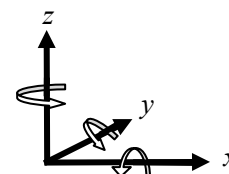
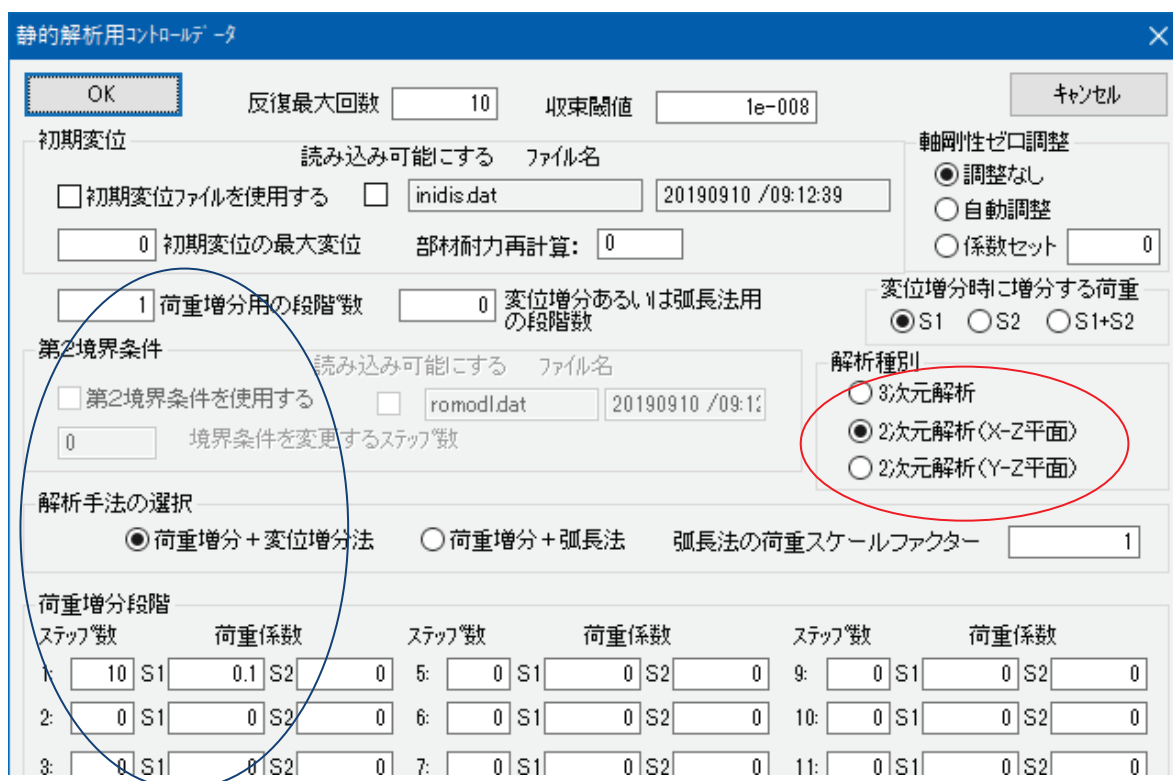

図2 骨組の座標系
図1 静的解析用コントロールダイアログで2次元解析を指定を指定する
この付録は、本文に出てきた例題を、解析ソフトの SPACE を用いて数値計算し、答え合わせを行うことを目的としている。SPACE を使用するため、読者の皆さんは、まずは SPACE をダウンロードし、基本的な使用法をマニュアルに従って練習されたい。SPACE の部材モデルは有限要素法を使用し、ティモシェンコ梁でせん断変形を、3次元骨組で軸方向変位を考慮している。従って、テキストの解析結果を検証するためには「1：平面問題、2：軸方向剛性を無限大にする、3：せん断変形を無視する」の3つを指定し、解析解の仮定と同じにしなければならない。また、応力や節点変位を確認するため、「節点の変位や断面力を出力する」にチェックマークを入れる必要がある。以上の指定を次の手続きで行うことにしよう(図1参照)。
- 1：メニューの「I/O データ」→「静的解析用データ」→「静的解析コントロールデータ」を選択し、図1の「静的解析用コントロールデータ」ダイアログを表示させる。その中の解析種別で「2次元解析(X-Z平面)」を選択する(図中の赤丸部)。これで使用する2次元座標系が図2のようになり、回転方向の正は時計回りとなる。
は全てこの設定が施されている。さらにテキストの静的解析結果を確認し易くするため、図1の青丸部のように荷重を10分割して増分解析を行う。従って、SOUTPUTの応力・変位の出力も10分割で出力される。